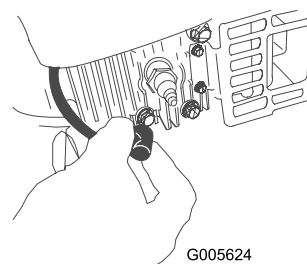

Figura 36
2. Desconecte el cable de la bujía antes de realizar cualquier procedimiento de mantenimiento (Figura 36).